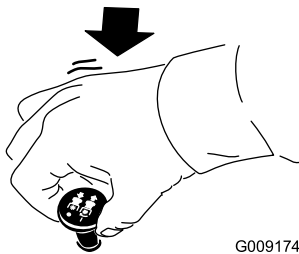

Figure 17
1. Désengagez les lames en plaçant la commande des lames en position DÉSENGAGÉE (Figure 17).